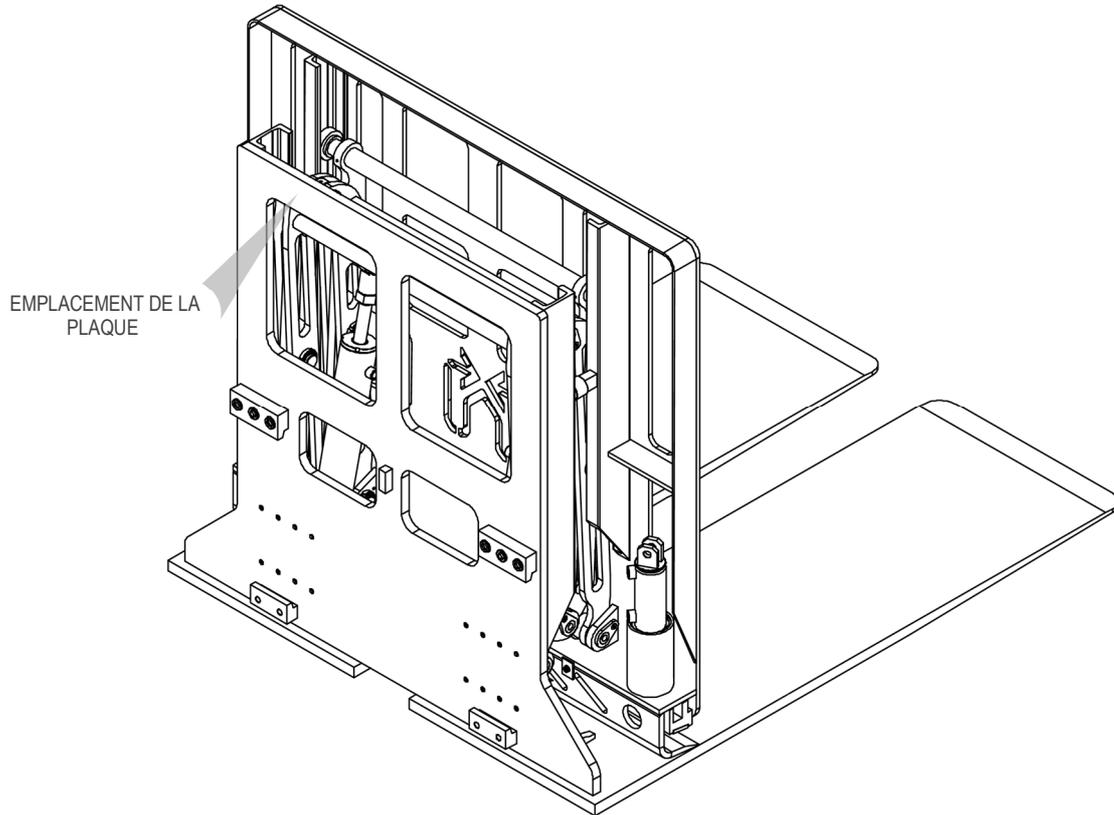

Figure 1
Tous les équipements A.T.I.B. - « PUSH-PULL AVEC RÉCUPÉRATEUR ET ÉJECTEUR DE FEUILLES DE TYPE 505 | PUSH-PULL ENFICHABLE AVEC RÉCUPÉRATEUR ET ÉJECTEUR DE FEUILLES DE TYPE 505i | POUSSOIR DE TYPE 490 » sont identifiées par une plaque adhésive (voir *tableau 1*) placée sur l'équipement (voir *figure 1*, la position de la plaquette d'identification peut varier en fonction de l'équipement). Toujours se référer au numéro de série.
5. Pour la manutention, utiliser des courroies ou des chaînes correctement dimensionnées par rapport au poids de l'équipement indiqué sur la plaque signalétique (voir *Figure 1* et *Tableau 1* à la page 7).
9. Connecter le circuit hydraulique, en s'assurant que la pression de service des tuyaux est supérieure ou égale à celle indiquée sur la plaque signalétique (voir *Figure 1* et le *Tableau 1* à la page 7).
8. Connecter le circuit hydraulique, en s'assurant que la pression de service des tuyaux est supérieure ou égale à celle indiquée sur la plaque signalétique (voir *Figure 1* et le *Tableau 1* à la page 7).